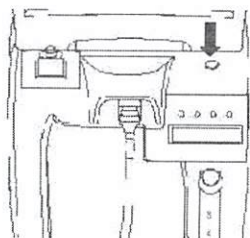
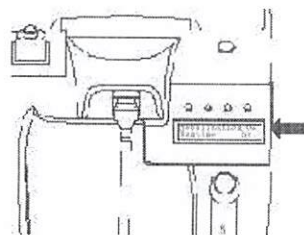

Figura 5
Figura 6
**d)** Presione por 5 segundos el botón de nebulización del lado derecho en la parte superior de equipo (Figura 5) y suelte cuando oiga una señal sonora para iniciar la macronebulización. El modo de nebulización se indica en el visor del panel (Figura 6). La esfera de flujímetro queda abajo del todo.
**c)** Presione el botón de nebulización del lado derecho de la parte alta del equipo por 5 segundos (Figura 5) y suelte cuando oiga la señal sonora de inicio de la micronebulización. El modo de nebulización se indica en el visor de panel (Figura 6). La esfera del flujímetro desciende hasta el fondo.